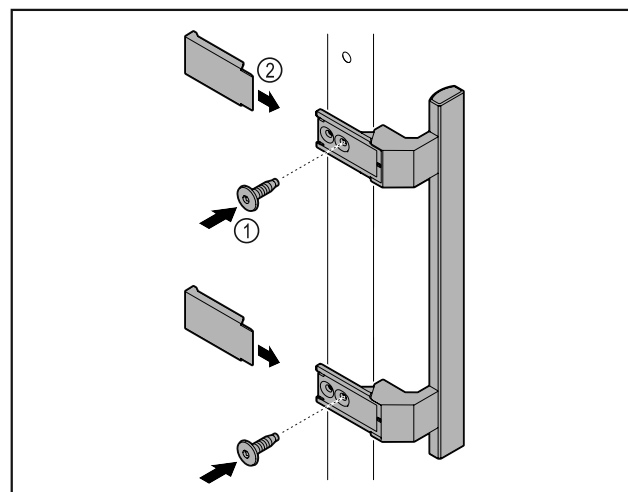

Fig. 5
- Montare sulla porta la maniglia contenuta nella confezione con le viti annesse Fig. 5 (1).
- Applicare la copertura Fig. 5 (2).